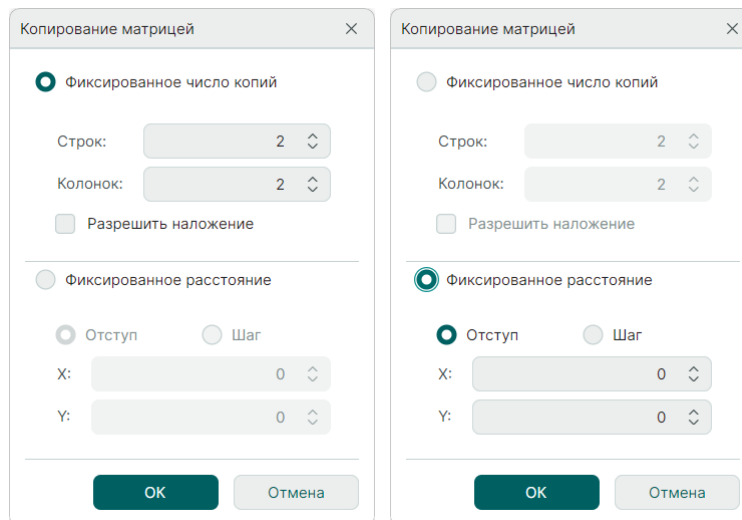

Рис. 213 Настройка параметров при копировании объектов матрицей
- Установите необходимые параметры копирования в появившемся окне «Копирование матрицей» см. Рис. 213: